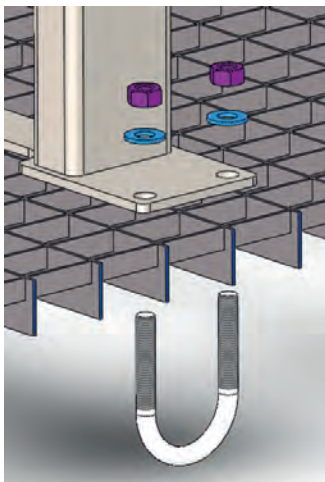

Abb. 4.4.3
- Halterung an gewünschter Position an dem Gitterrost mit den beiliegenden Bügelschrauben, Scheiben und Muttern befestigen. (Abb. 4.4.3.)